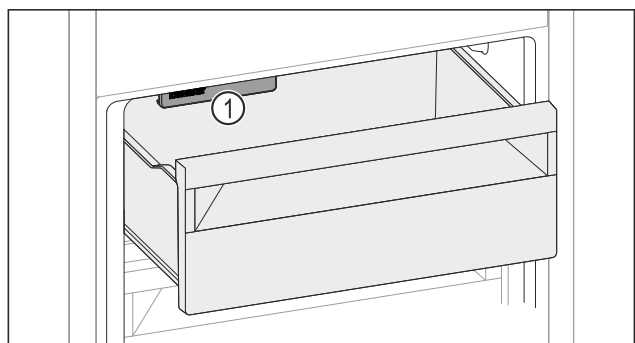

Fig. 162
- IceMaker Fig. 162 (1) berücksichtigen.